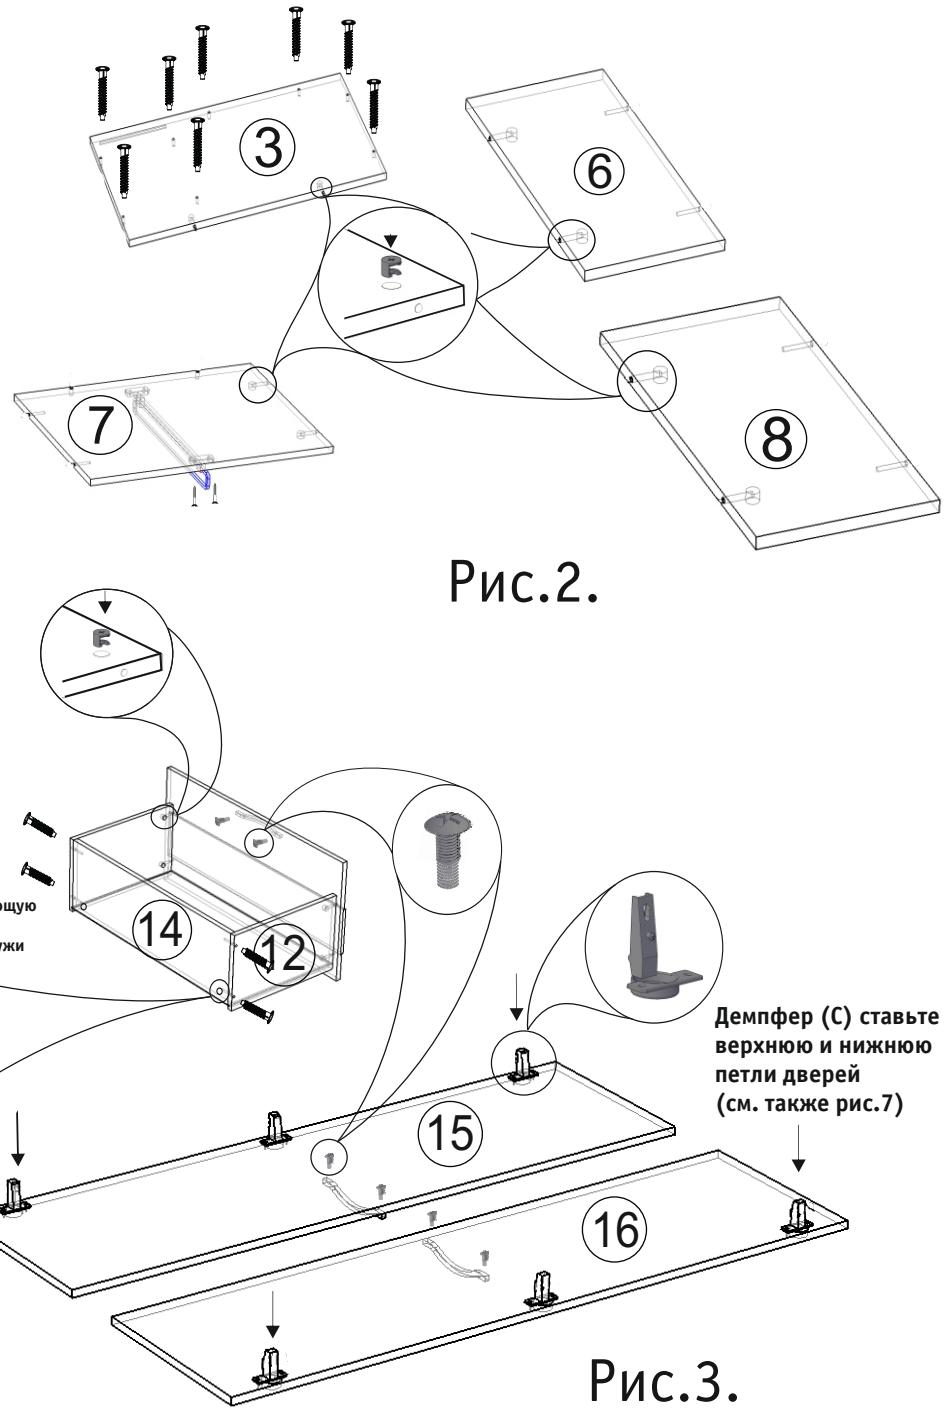

Рис.3.
3. Соберите ящики в соответствие с рисунками (Рис.3,6). Обратите внимание на то, что глухие отверстия на задних стенках должны быть снаружи. Переверните ящики и закрепите фиксаторы ящиков (Р) к фасадам как показано на рисунке. Установите ящики на направляющие, задвиньте их до конца и надавите на переднюю часть ящика до защелкивания фиксатора.
5. Установите полки (детали 10, 11), установите ручки на дверях и фасаде ящика (Л, М) (Рис.3,4).